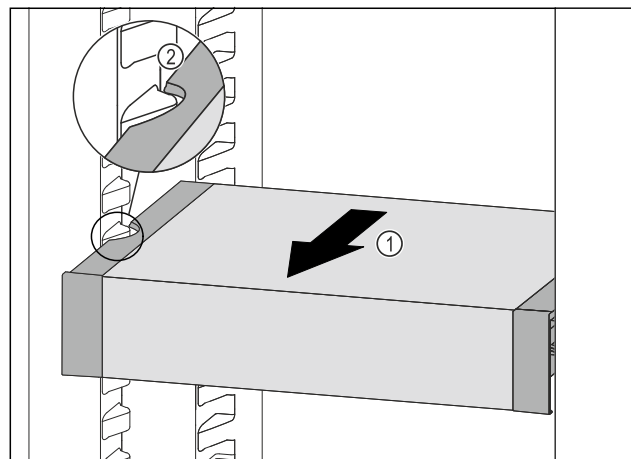

Fig. 132
- ▶ 向前拉动 VarioSafe Fig. 132 (1)，直至 VarioSafe 的侧部凹槽与冷藏区中的容器肋梁持平。Fig. 132 (2)